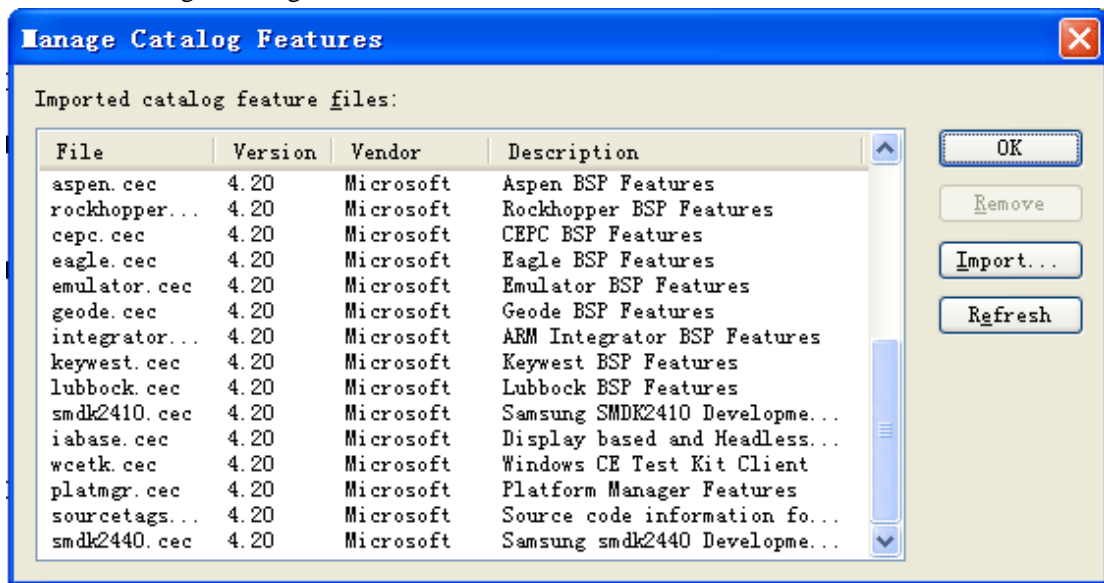

图 3
4. 进入 Manage Catalog Features 窗口，见图 3